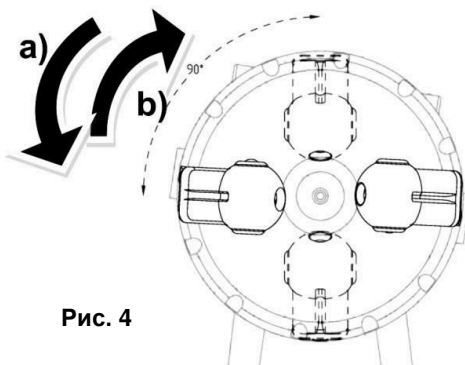

Рис. 4
- Для изменения горизонтальной плоской струи в вертикальную, вращайте фиксатор против часовой стрелки, на угол вращения 90° (Стрелка «а», рисунок 4).
- Для изменения вертикальной плоской струи на горизонтальную, вращайте фиксатор по часовой стрелке, на угол вращения 90° (Стрелка «b», рисунок 4).